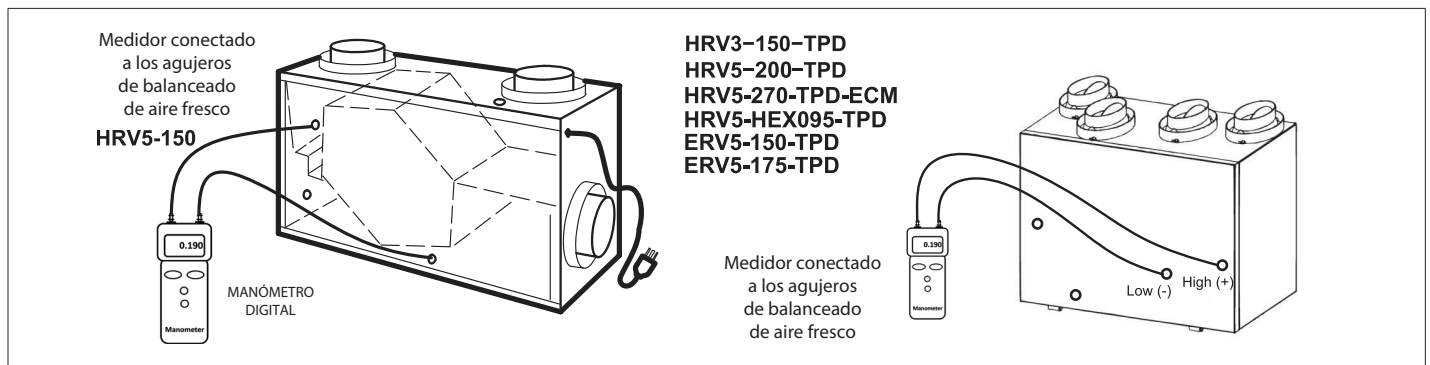

Figura 50. Orificios de balanceado de la puerta - Aire fresco
6. Mida el aire fresco. Inserte los dos accesorios de caucho desde el medidor a los orificios de balanceado de AIRE FRESCO (consultar la Figura 50 en la página 40). Selle los orificios de balanceado de AIRE VICIADO (superior derecho e inferior izquierdo) con cinta. Anote la lectura.